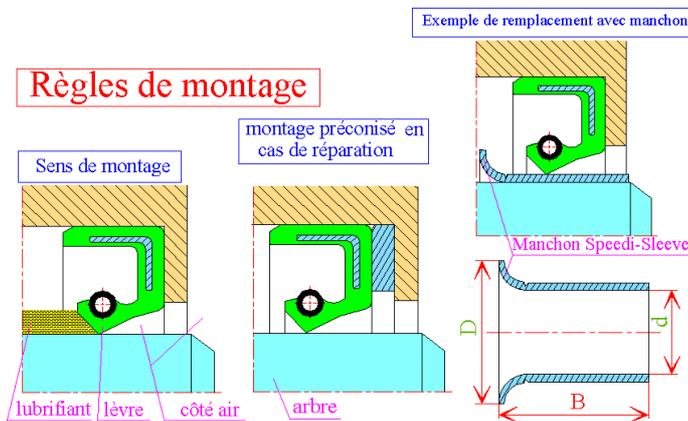

Figure 20
7. Manchons d'usure Speedi-Sleeve Figure 20